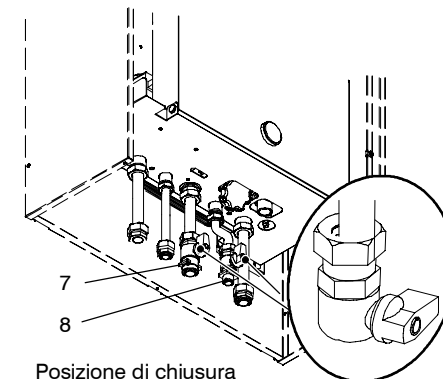

fig. 9.3
- 1 Chiudere il rubinetto entrata 8 in fig. 9.3